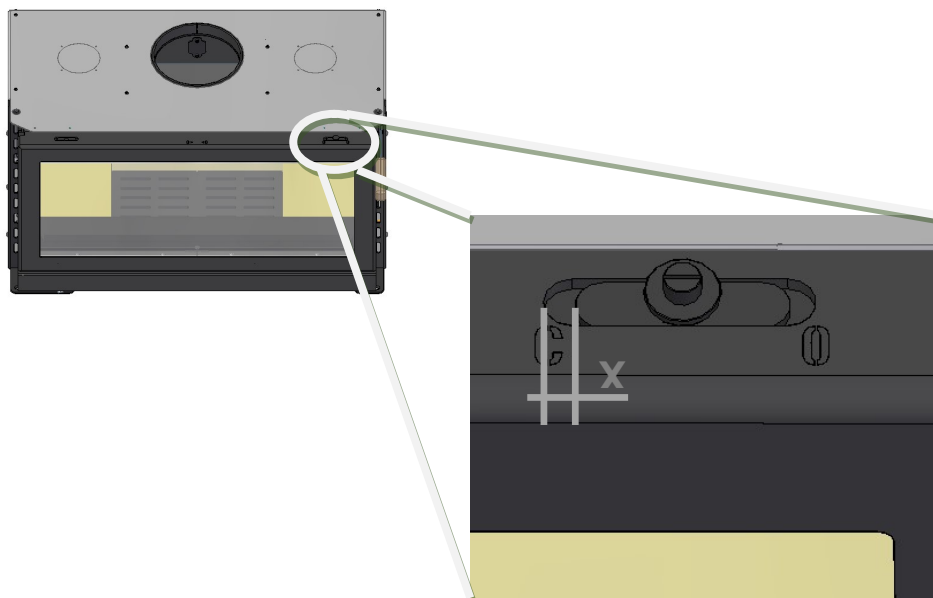

Figura 32 – Regulación del aire secundario en la puerta
7. Para obtener una buena relación entre el rendimiento del equipo y el consumo de madera, es necesario que el regulador de la puerta esté en la posición indicada en la siguiente tabla, ver Figura 32.